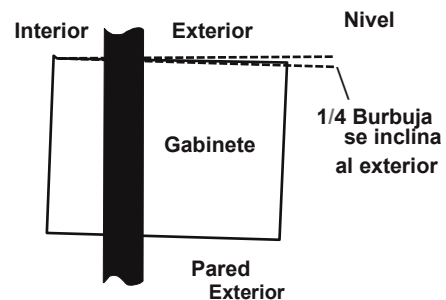

Fig 6 Inclinación apropiada de gabinete
- Un ligero descenso del lado interior al exterior como se muestra a continuación (Fig 6)